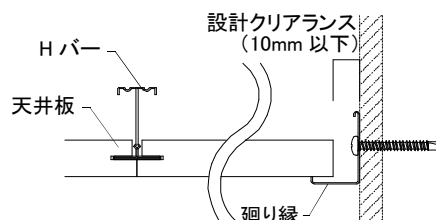

図2-8-2 張り始めの納まり (Hバー方向)
②突き当たり部、または曲がり角部を張り始めとして、三方の廻り縁または天井板切替用 Tバーに天井板を載せ掛ける。このとき、天井板の長辺と廻り縁とに、設計された寸法のクリアランス(10mm 以下)を確保すること。(図2-8-2 参照)